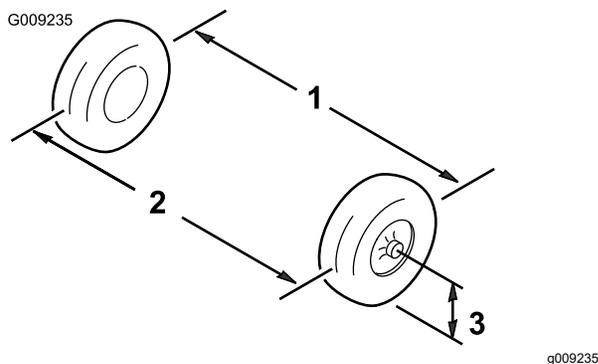

Рисунок 43
2. Измерьте расстояние между обеими передними шинами на уровне моста, с передней и задней стороны передних шин (Рисунок 43).